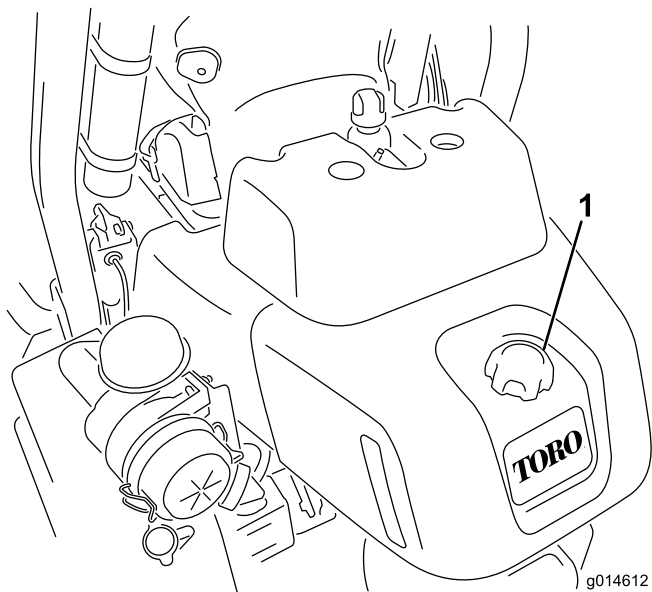

Figura 29
1. Limpe a zona em torno da tampa do depósito de combustível (Figura 29).